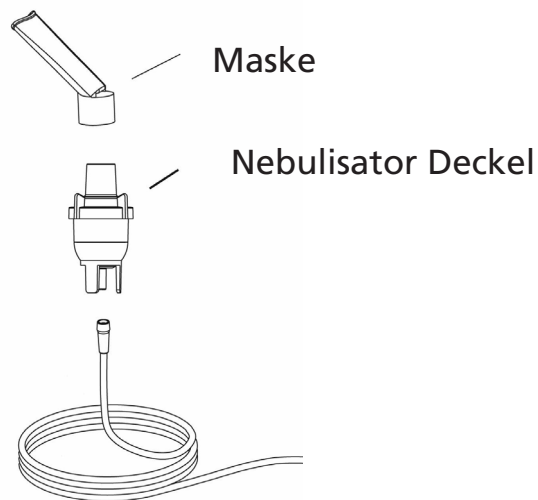

Bild 5
8. Wenn ein Mundstück eingesetzt wird, setzen Sie es auf den Deckel des Nebulisators. Der Deckel ist derart designed, dass ein fester Ansatz möglich wird. (Bild5).